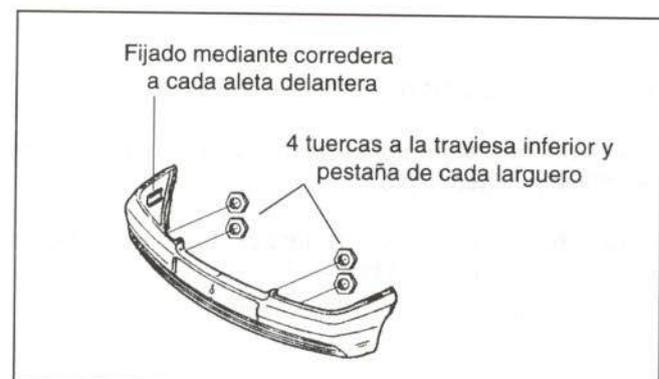

Figura 15.- Fijación del paragolpes delantero
- Paragolpes delantero (figura 15)